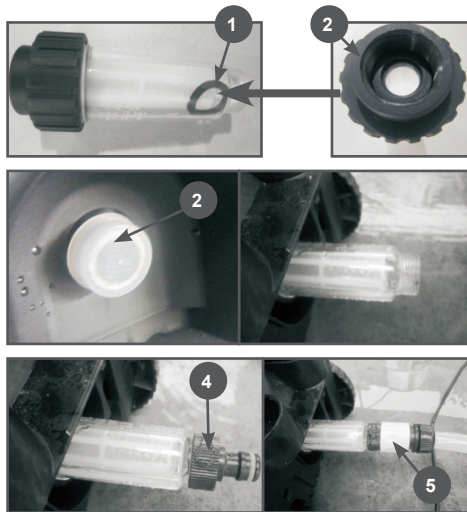

Рис. 5 Установка шланга подачи воды
3. Присоедините шланг подачи воды (в комплектность не входит) через фильтр тонкой очистки к входному штуцеру аппарата (Рис. 5). Для этого:
- возьмите шланг подачи воды с коннектором, оттяните втулку коннектора 5 назад и оденьте коннектор на адаптер, затем отпустите втулку коннектора шланга (Рис. 5).